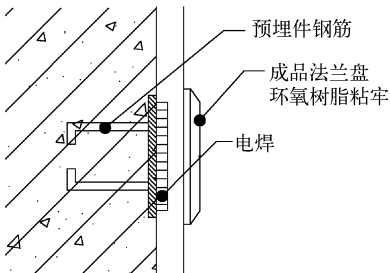

图 5-76 添加引线标注
4) 在功能区“默认”选项卡内的“注释”面板中选择“多重引线”命令按钮，为“塔桅基础配筋图”标注钢筋，如图 5-76 所示。